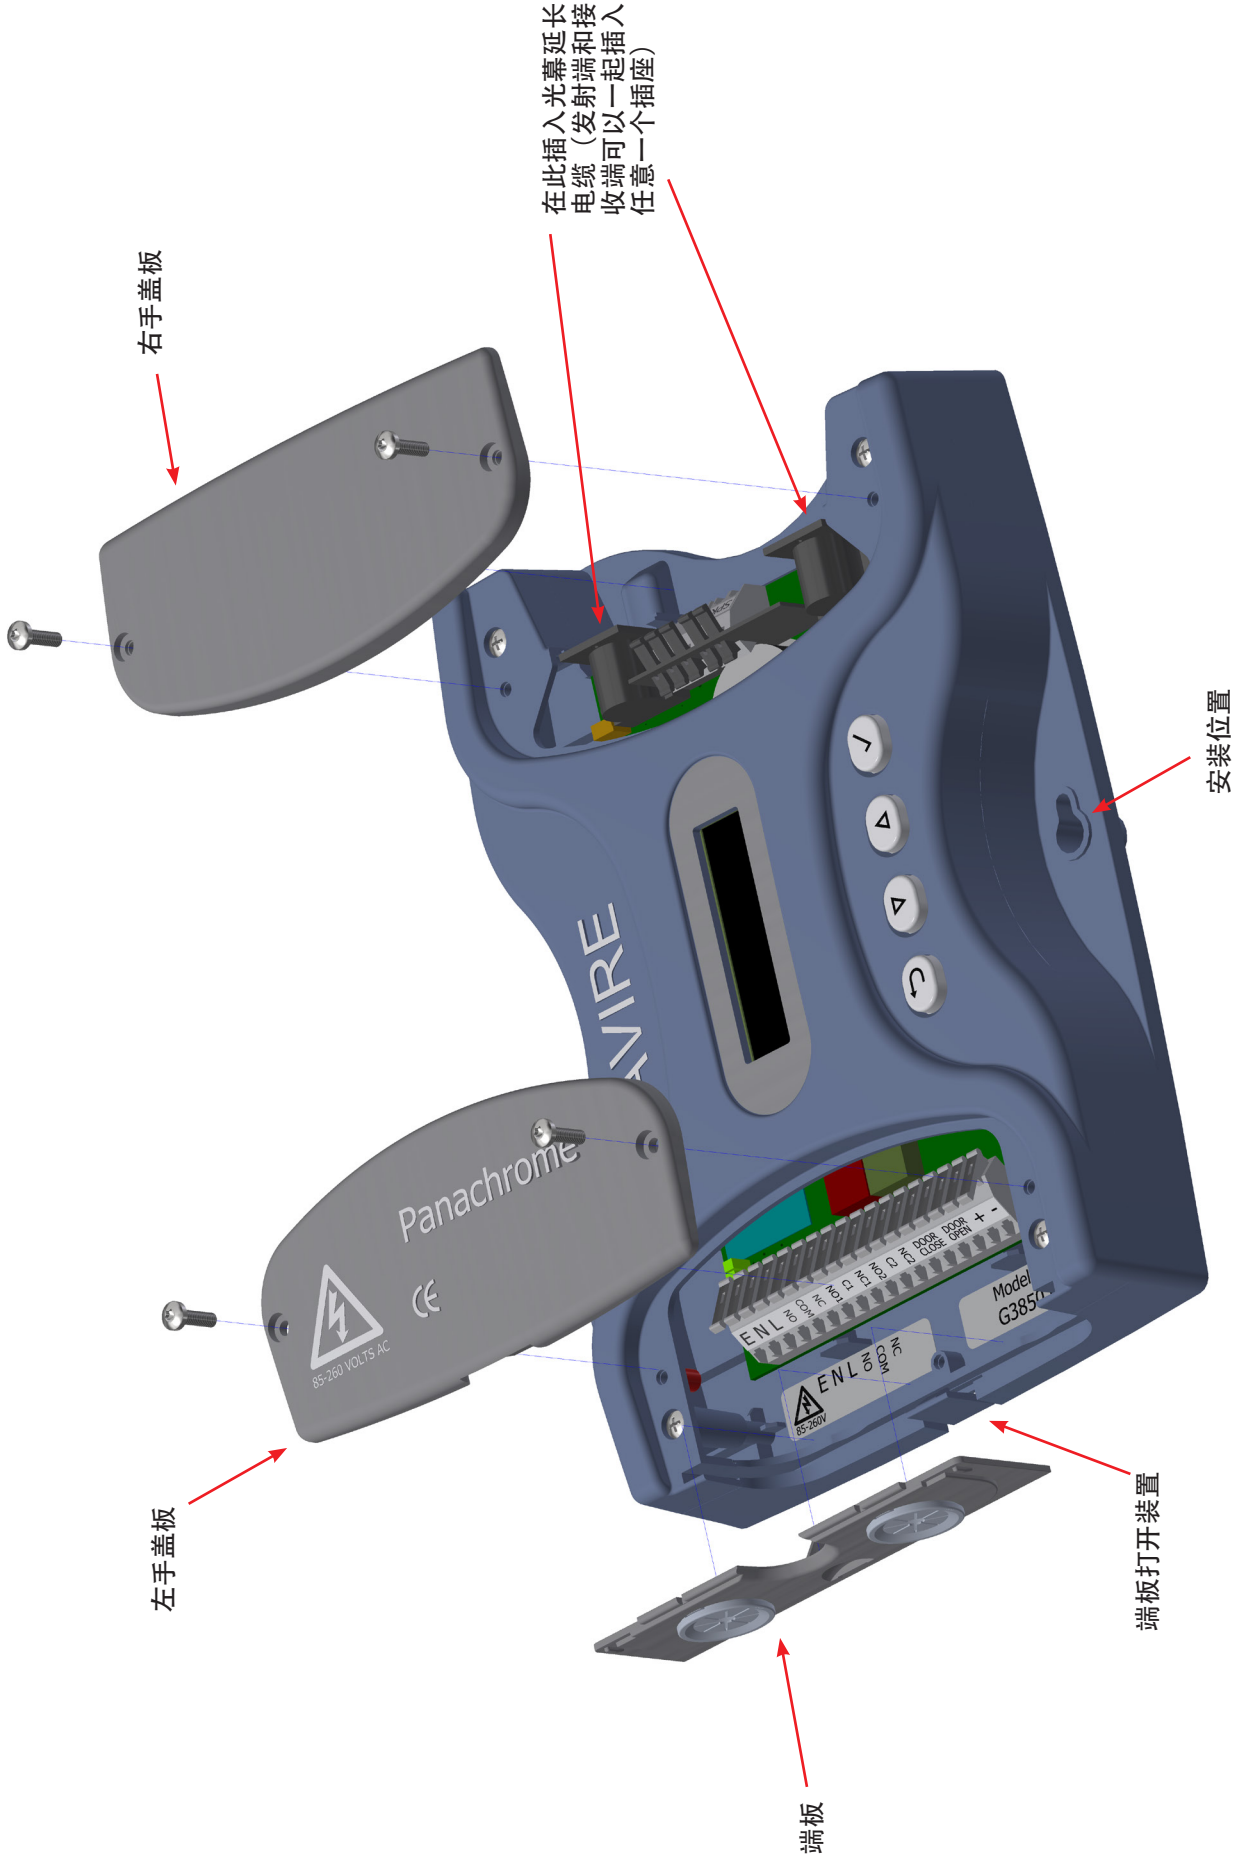

图 1: 连接
右侧盖子遮盖用于连接外部扬声器和光幕插座的端子。左侧盖子用于电源、继电器和外部门信号(参看图1和2)。
5. 安装完毕后，用手多次开关门，检查随行电缆（015 455）移动顺畅不会挂住，否则会造成电缆接头被电梯门磨损或被电梯挂到。(参看图1)